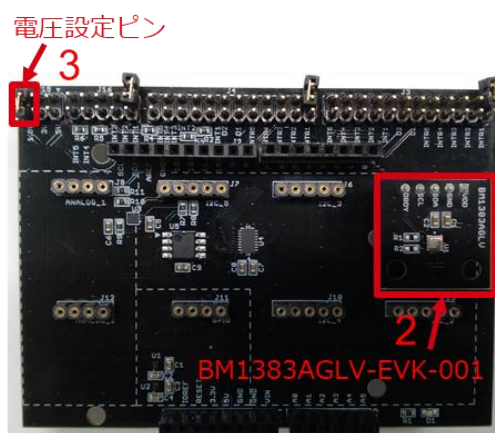

Figure 2. BM1383AGLV-EVK-001 と
2. SensorShield の I2C エリアに BM1383AGLV-EVK-001 を接続 (Figure 2)
3. SensorShield の電圧設定を 1.8V もしくは 3.0V に設定 (Figure 2)